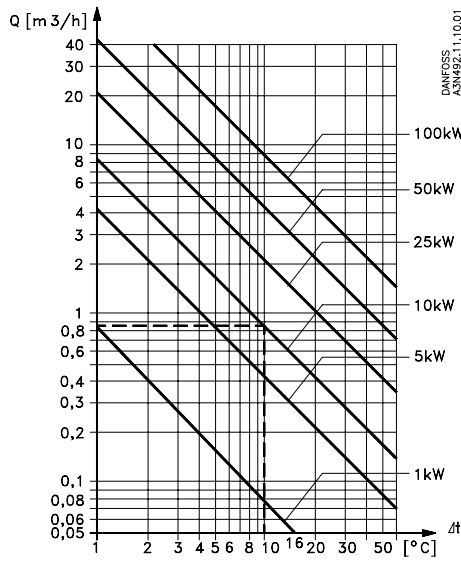

Fig. 5
- Fig. 5 - Relación entre la cantidad de calor (kW) y la cantidad de agua de refrigeración